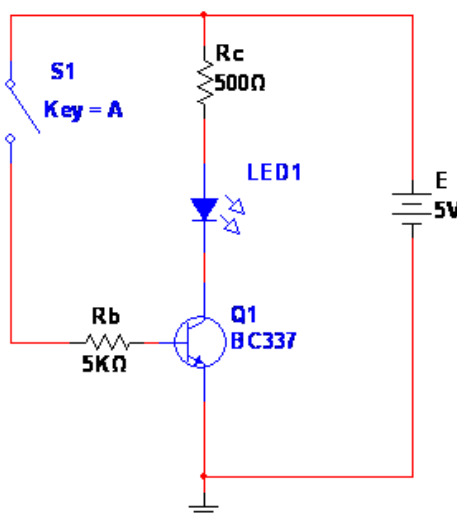

Figure 5 : Montage d'un transistor en commutation
1. Réalisez le montage de la figure 5 avec une LED rouge, le transistor joue le rôle d'un interrupteur commandé (soit il laisse passer le courant soit il le bloque).